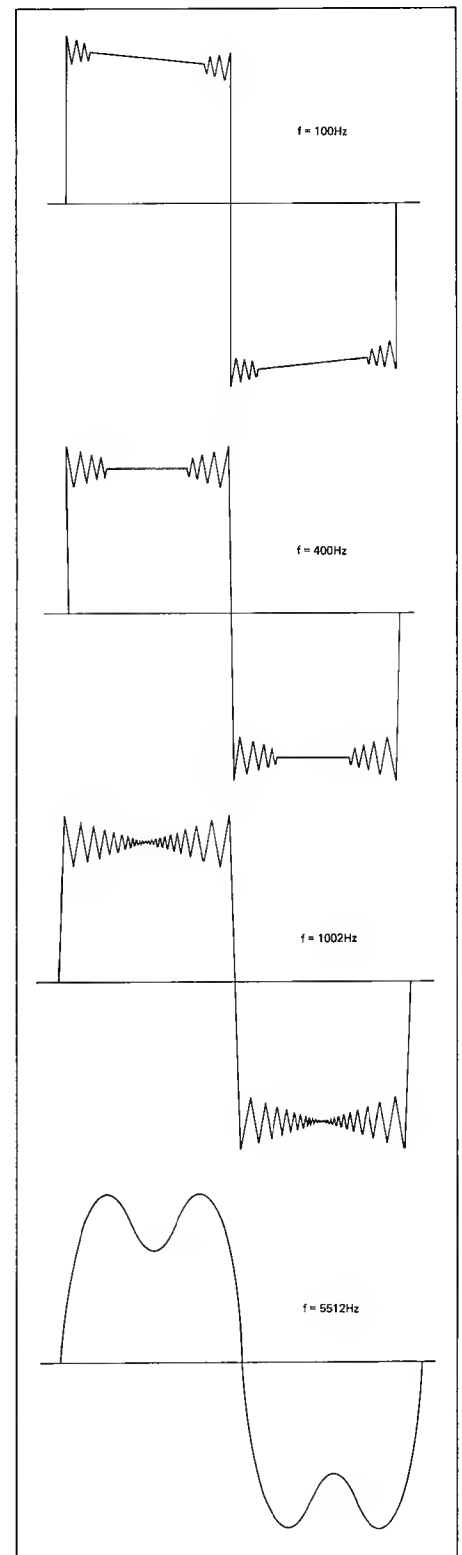

Fig. 4.22
- Die Kurvenform muss symmetrisch sein (siehe Fig. 4.22).